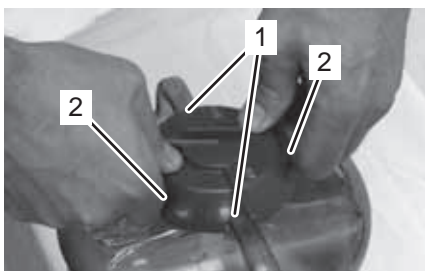

Fig. 40
4. Introduisez l'adaptateur de fût de telle sorte dans le fût réservoir que les échancrures (Fig. 40/1) de l'adaptateur de fût se trouvent au-dessus des poignées du fût réservoir.
5. Enfoncez les deux verrouillages (Fig. 40/2). Appuyez ensuite l'adaptateur de fût complètement vers le bas.
6. Relâchez les deux verrouillages (Fig. 40/2).